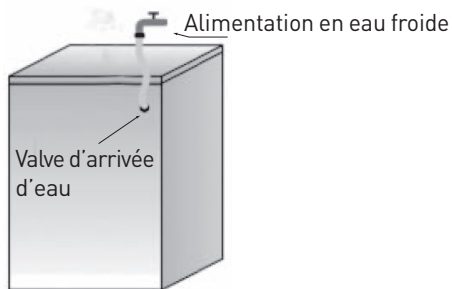

Fig.1
1. Raccordez le tuyau d'arrivée d'eau au robinet d'eau froide et à la valve d'arrivée d'eau située à l'arrière de l'appareil (Fig. 1).